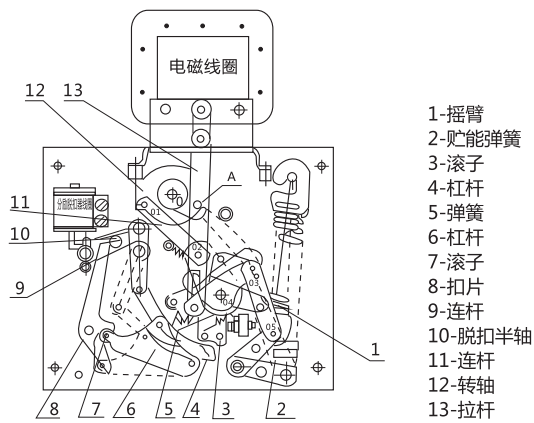

图8 操作机构原理图
6.3 操作机构(见图8) 断路器(限流断路器)的操作机构采用弹簧储能完成闭合，使其触头闭合速度与操作速度无关，操作机构是由脱扣器，储能弹簧，连杆、摇臂等组成，操作机构具有储能再扣、闭合，断开三种性能。